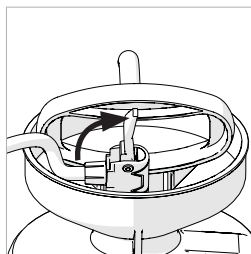

Fig. 2
- Premere il connettore della pompa sulla valvola e sollevare la leva verso l'alto. Accertarsi che l'innesto non mostri perdite prima di pressurizzare il serbatoio. (**Fig. 2**)